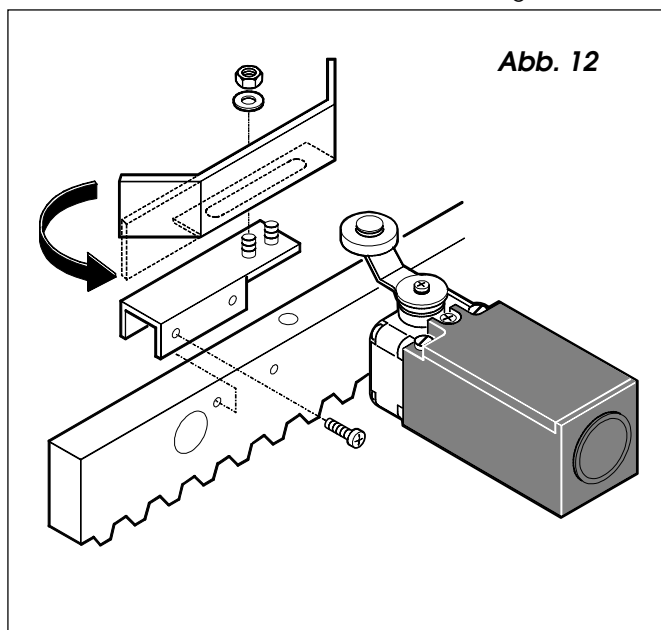

Abb. 12
- 8) Nach der Programmierung der Zeit der Verzögerung und/oder der Abbremsung (siehe Anleitungen des Steuergeräts 748D) könnte eine leichte Korrektur der Position der Bleche erforderlich sein, soweit die Stoppunkte nicht den gewünschten Positionen entsprechen. Wird dieser Arbeitsvorgang ausgeführt, so ist in jedem Falle sicherzustellen, dass das Tor keinesfalls mit einem Abstand von weniger als 2 cm vor den mechanischen Endanschlägen anhält und dass das Rädchen des elektromechanischen Endschalters sich auf einem Abstand von mindestens 2 cm vom Ende des geraden Bereiches des Bleches befindet. Eventuell ist in diesem Falle die Zeit der Verzögerung zu verändern und/oder der geformte Endteil des Bleches aufzurichten (siehe Abb. 12).